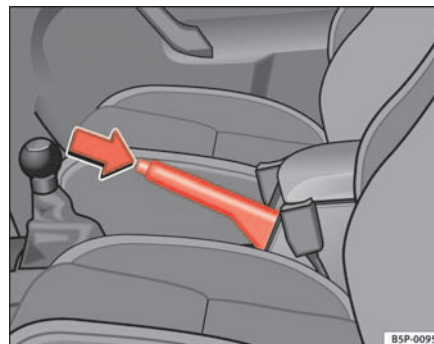

Abb. 139 Handbremse zwischen den Vordersitzen
⇒ Abb. 139.
- Ziehen Sie den Hebel etwas nach oben, drücken Sie den Entriegelungsknopf in Pfeilrichtung ⇒ Abb. 139 und führen Sie den Handbremshebel ganz nach unten. ⇒